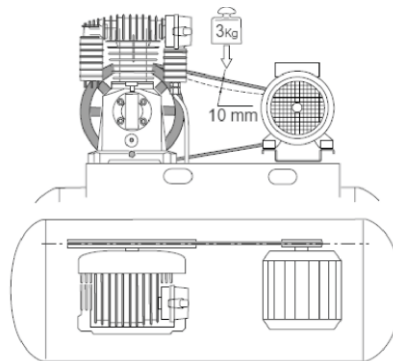

Рис. 18
**Внимание!** Отключите компрессор от электросети. При приложении на ремень нагрузки равной 3 кг его прогиб должен быть не более 10 мм. (рис. 18).